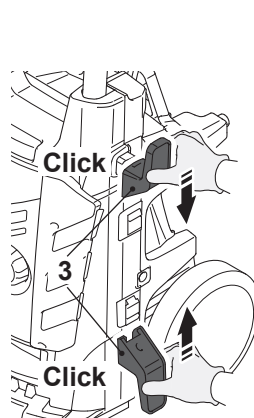

Fig. 1
- > Fixe os dois suportes do cabo de alimentação (3) ao produto (Fig. 1). Certifique-se de que está encaixado corretamente.